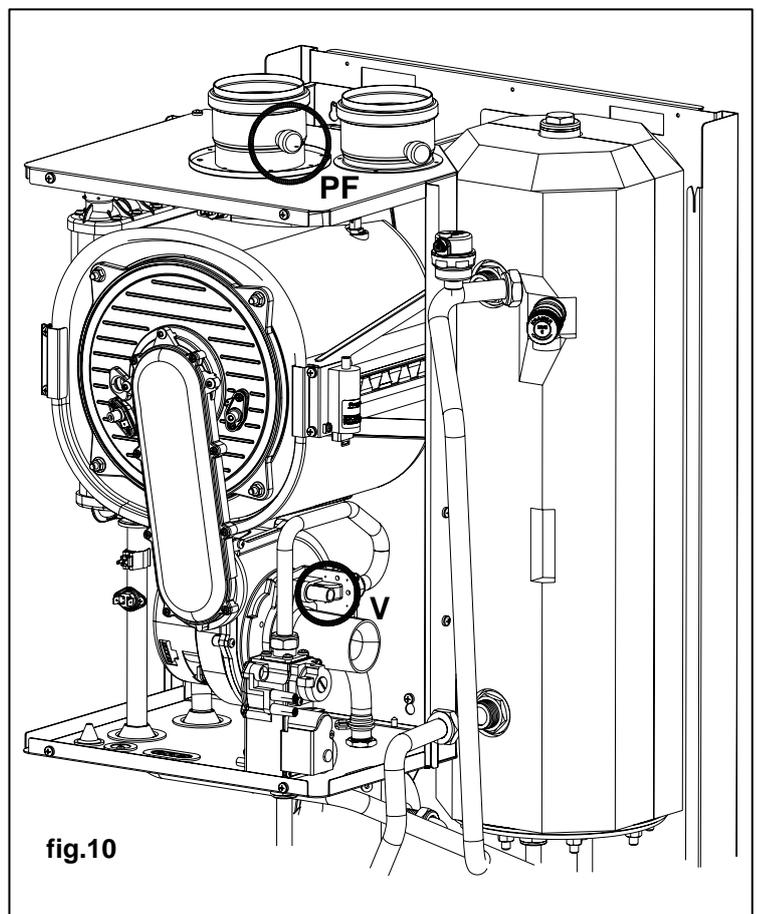

fig.10
- Si la quantité de CO2 diffère de la valeur indiquée dans le tableau n°1, tourner la vis **V** (fig.10) du venturi vers la droite pour diminuer la valeur de CO2 et vers la gauche pour l'augmenter.